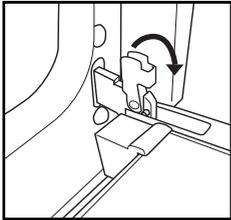

Fig 1
2. Soulevez les deux manettes d'arrêt des charnières en les poussant vers l'avant, jusqu'à la butée (fig. 1).